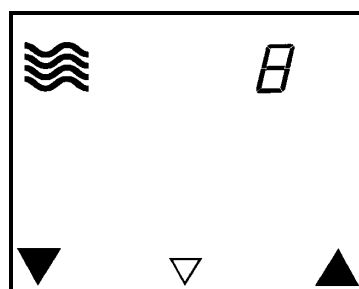

Fig. 26
1. Seleccionar el programa “programar la señalización de descalcificación”, ver fig. 26.